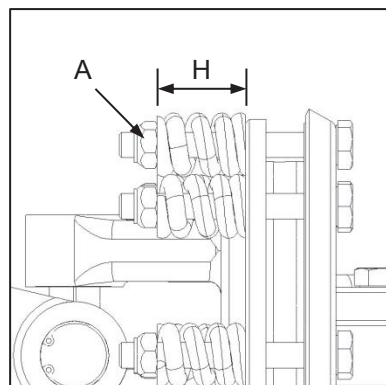

Fig. 4
- ✔ Release the pre-load on the friction clutch plates by loosening the nuts (Fig. 4-A) until the compression spring is just free to rotate by hand. Do not remove the nuts completely.
- ✔ Ontspan die voorlas op die wrywingkoppelaarplate deur die moere los te draai (Fig. 4-A) totdat die drukveer net vry genoeg is om met die hand te draai. Moet die moere nie heeltemal verwyder nie.
Following any maintenance or repair of the PTO friction clutch assembly the pre-load on the friction clutch plates must be adjusted to factory specifications. This is accomplished by adjusting the nuts (Fig. 4-A) to set the compressed spring length (Fig. 4-H).
Na instandhouding of herstel van die kragtakkeraswrywingkoppelaarmontering moet die voorlas op die koppelaarplate volgens fabriekspesifikasies verstel word. Dit word gedoen deur verstelling van die moere (Fig. 4-A) om die saamgeperste veer se lengte te stel (Fig. 4-H).